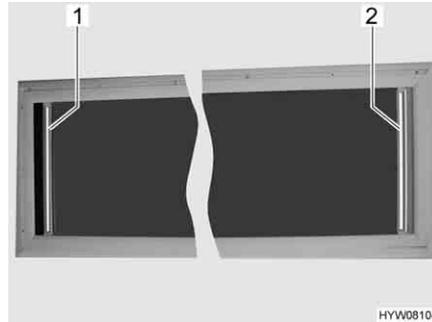

Fig. 86 Fenêtre projetante dans le toit
*Fermer :* ■ Saisir le dispositif occultant plissé (Fig. 86,2) par le centre de la barre-poignée, tirer vers l'extérieur, et lâcher à la position désirée. Le dispositif occultant plissé reste alors à cette position.
*Ouvrir :* ■ Saisir le dispositif occultant plissé (Fig. 86,2) par le centre de la barre-poignée et pousser lentement jusqu'en position initiale.
*Fermer :* ■ Saisir la moustiquaire par le centre de la barre-poignée (Fig. 86,1), tirer vers l'extérieur, et lâcher à la position désirée. La moustiquaire reste alors à cette position.